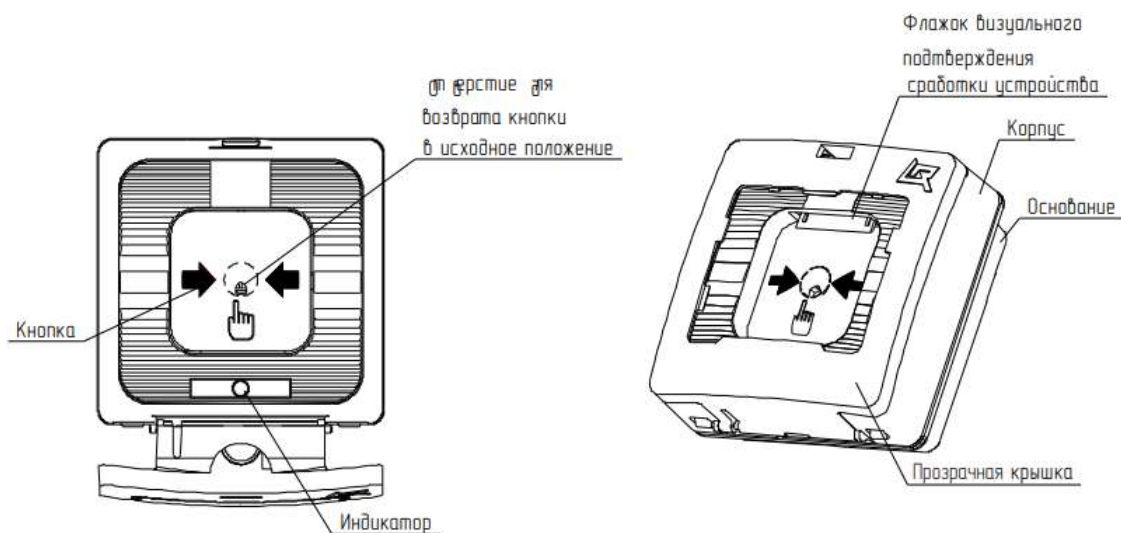

Рис. 1. Внешний вид УДП
- нажатие на приводной элемент (кнопку) (рис. 1).
УДП представляют собой устройства, формирующие сообщение о событии при нажатии на кнопку. При этом формируется сообщение в виде скачкообразного уменьшения сопротивления в ШС до величины не более 500 Ом, сопровождающееся включением оптического индикатора и выпадением цветного флажка (рис. 1).
Выпадающий цветной флажок является визуальным подтверждением нажатого состояния кнопки УДП (рис. 1). При возврате кнопки в исходное положение флажок занимает начальную позицию.